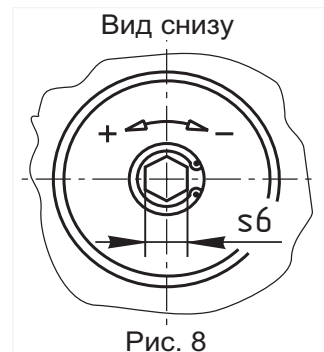

Рис. 8
4.4.3 При необходимости регулирования количества пропускаемого газа, используйте винт в нижней крышке (только для клапанов ВН...К). Поворачивая винт в сторону знака « - » можно уменьшить количество пропускаемого через клапан газа (рис. 8).